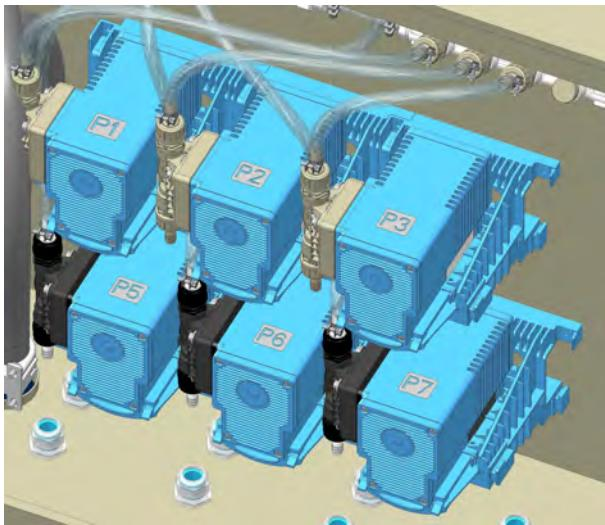

Abb. 6: Produktzuordnungen
1. Führen Sie die Schläuche der jeweiligen Produktauglanzen durch die Zugentlastungsverschraubungen (Abb. 6, Pos. 1).
2. Schließen Sie die Schläuche an die entsprechenden Schlauchnippel (Abb. 6, Pos. 2) der Pumpen (Abb. 6, Pos. 3) mit den beiliegenden Schlauchschenlen an.